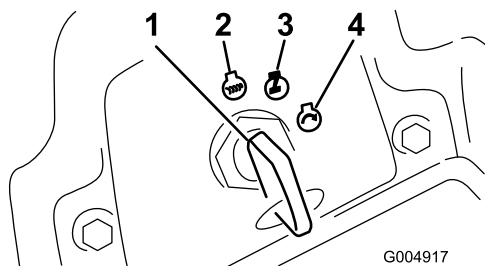

Bild 17
- Drehen Sie den Zündschlüssel nach rechts in die Lauf-Stellung (Bild 17).
- Drehen Sie den Zündschlüssel auf die Aus-Stellung (Bild 17). Warten Sie, bis alle sich bewegenden Teile zum Stillstand gekommen sind, bevor Sie die Bedienungsposition verlassen.